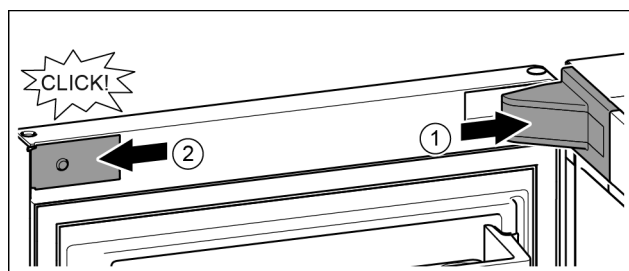

Fig. 24
- ▶ Afdekking van de lagerbus aanbrengen en vastklikken, en indien nodig, voorzichtig uit elkaar drukken. Fig. 24 (1)
- ▶ Paneel zijdelings aanbrengen en vastklikken. Fig. 24 (2)